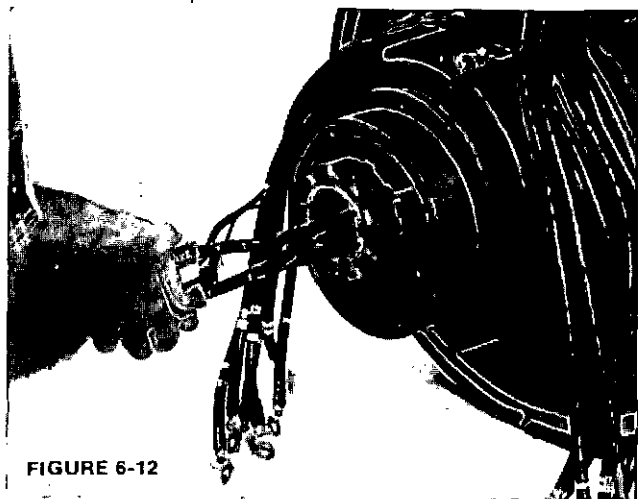

FIGURE 6-12
2. Déposer le rotor du PMG du bout de l'arbre. Utiliser des pinces démonte clips pour enlever le clips et faire glisser le rotor hors de l'arbre. Une rondelle ressort située derrière le rotor du PMG le bloque sur le clips pour empêcher tout mouvement. (Figure 6-12 et 6-13.)